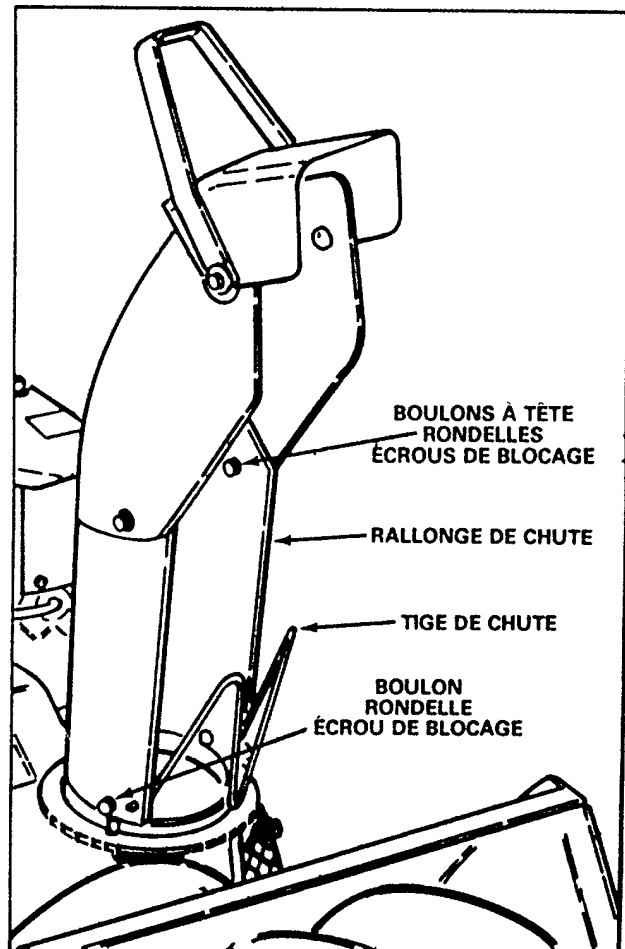

Figure 2
3. En vous servant des boulons, rondelles et écrous de blocage retirés à l'étape 1, posez la rallonge de chute sur la plaque pivotante (figure 2)
4. Fixez la chute à sa rallonge au moyen des boulons à tête, rondelles et écrous de blocage fournis avec l'ensemble (figure 2).
5. Reposez la tige de la chute dans les trous prévus sur la rallonge et verrouillez-la avec des nouveaux écrous-poussoir (figure 2).